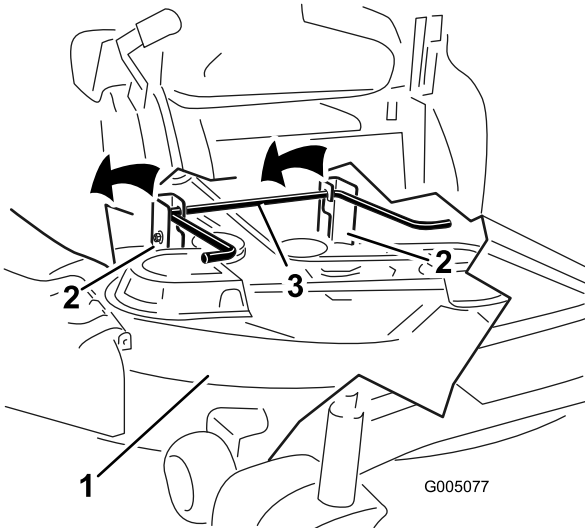

Figura 64
5. Eleve la carcasa de corte y separe ésta y las pletinas de suspensión de la varilla de elevación trasera; luego baje el cortacésped con cuidado al suelo (Figura 64).
5. Eleve la parte trasera de la carcasa de corte y coloque las pletinas de suspensión sobre la varilla de elevación trasera (Figura 64).